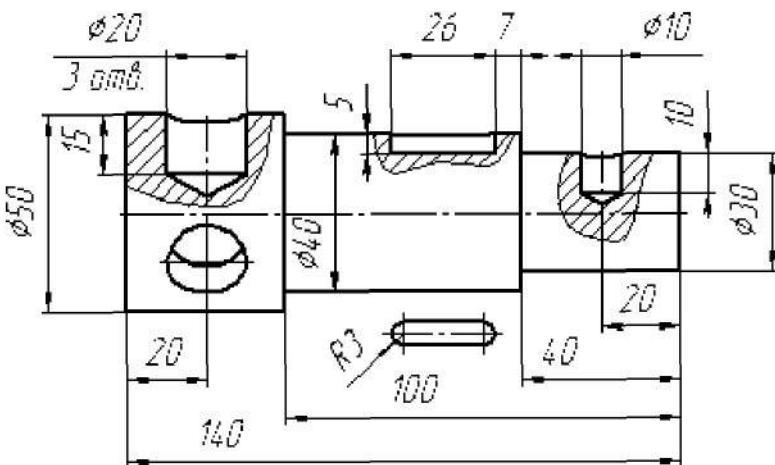
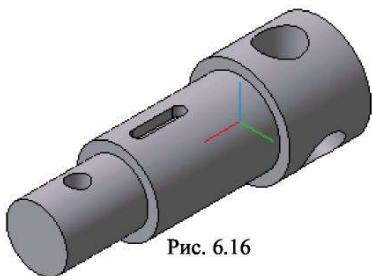
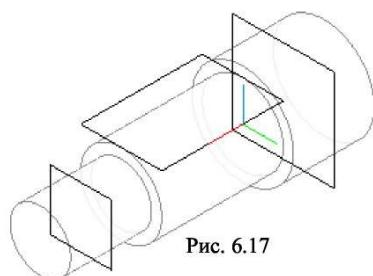

Рис. 6.15
Рис. 6.16
Рис. 6.17
На рис. 6.15 приведено изображение, на основе которого создана трехмерная модель детали (рис. 6.16).
1) Используя команды трехмерного моделирования в соответствии с исходными данными (рис. 6.15), создать модель ступенчатого вала (рис. 6.17).
2) Для формирования отверстий и углублений нужно создать эскизы в различных конструктивных плоскостях. Эти плоскости строим, используя команды Касательная плоскость и Смещенная плоскость (рис. 6.17). Смещенные плоскости должны быть параллельны координатной плоскости XZ.
5) Для отверстий выполняются эскизы с учетом последующей операции - операции вращения. Размеры и форму эскиза задать, используя чертеж детали (рис. 6.15).
8) Конечный вариант представлен на рис. 6.16, на котором модель затонирована.